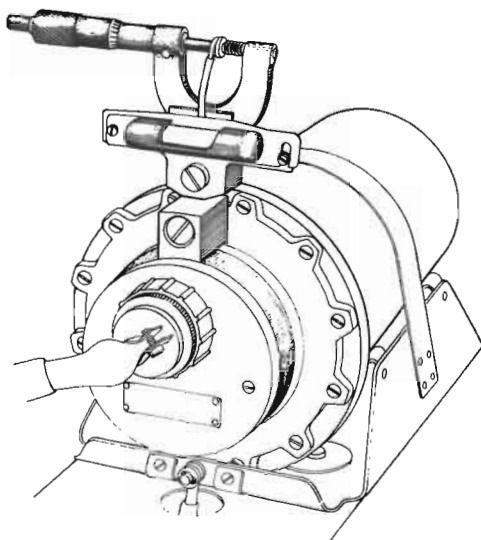

Bild 3.
- 4.2 Flytta riktverktyget till gyroenhetens referensplan i rolled. Riktverktygets ställskruv skall vara vänd åt samma håll som i pkt 4.1. Bild 3.